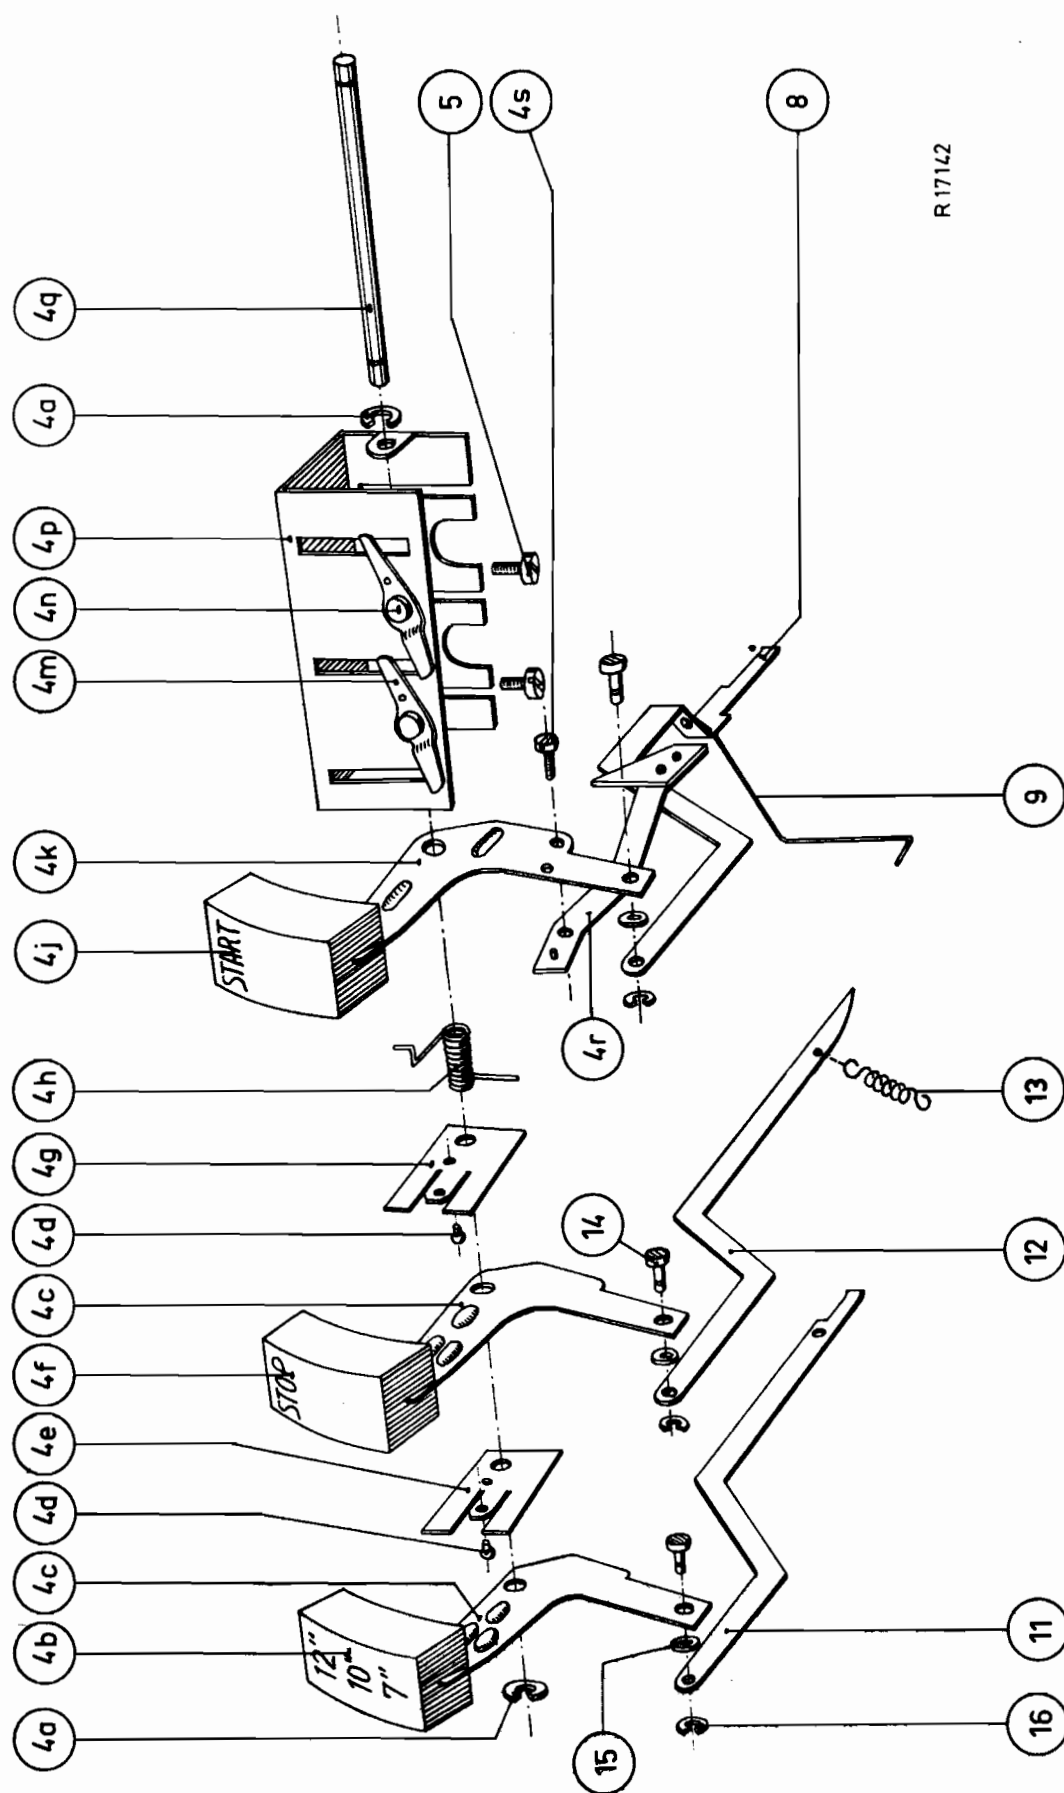

Fig.5
3. Voor het verwijderen van de drukknopunit (zie fig.5)